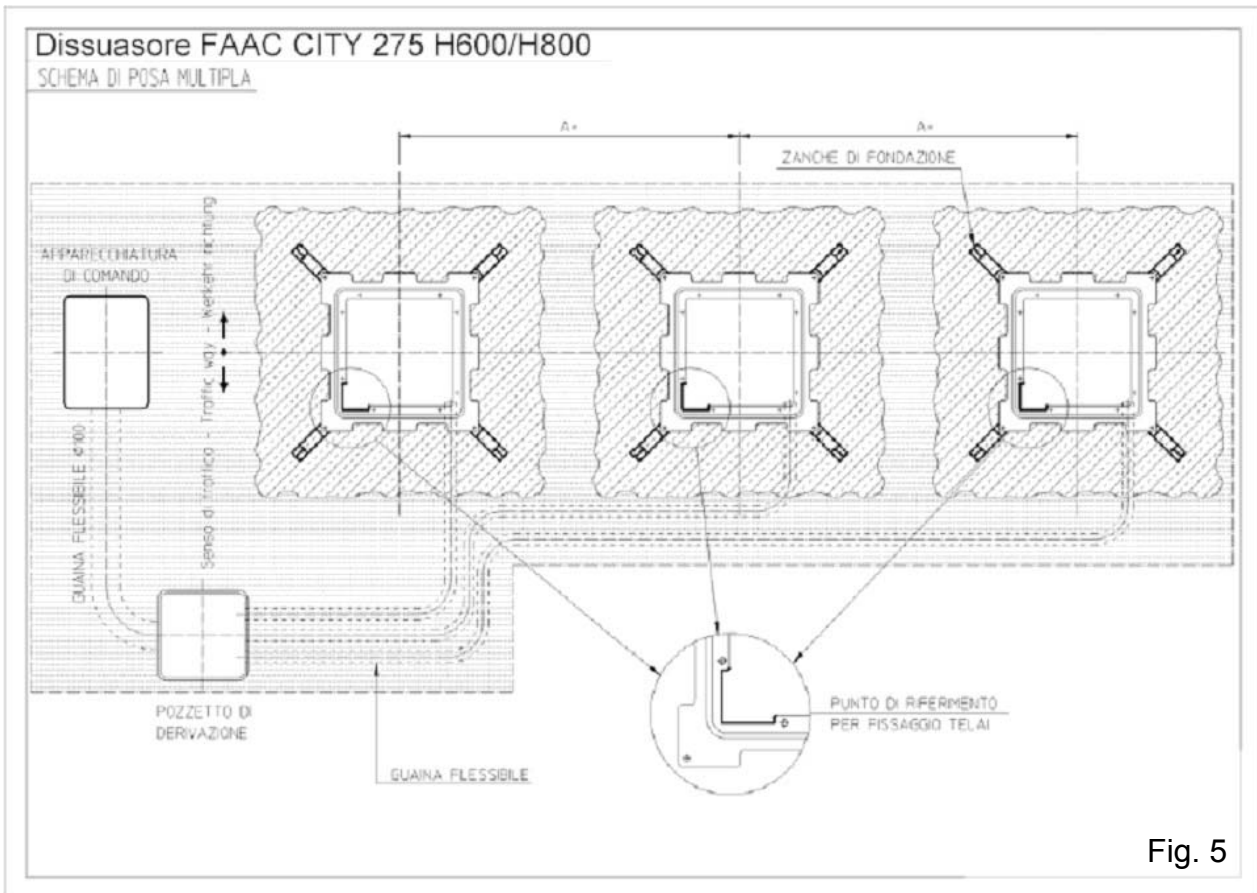

Fig. 5
- 8) Posare le tubazioni necessarie per il collegamento tra la centrale di gestione e gli eventuali apparati aggiuntivi (es. lanterne semaforiche - spire induttive - lettore di tessere - ecc.) e gli altri dissuasori eventualmente presenti, predisporre l'allacciamento elettrico e di messa a terra (fig. 5).